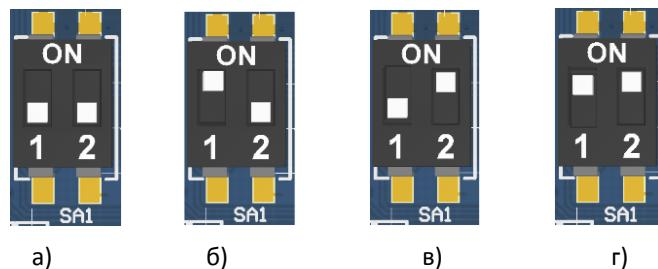

Рисунок 26. Переключатель SA1:
4. Установить тумблер 1 переключателя **SA1** блока управления в положение **BOOT (ON)** (смотрите рисунок 26 пункт б).
- Выключить изделие. Переставить тумблер 1 переключателя **SA1** блока управления в исходное положение **NORM** (смотрите рисунок 26 пункт а).
- **Только для блока управления AL.P240.40.000 rev. 5.6:** переставить тумблер **2** переключателя **SA1** в положение **ON** (смотрите рисунок 26 пункт в), включить ККТ. При этом будет воспроизведен характерный звуковой сигнал (короткая мелодия).